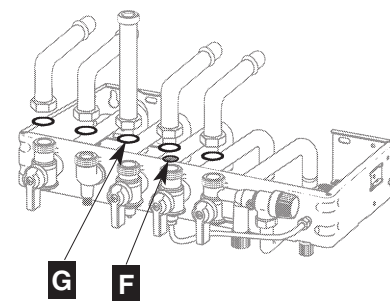

Fig. 11
- mettre en place les différents joints, **G (caoutchouc)** sur le gaz, plus le **filtre eau F sur l'eau froide**, et serrer les raccords des tubes de liaison en commençant par le tube gaz (fig. 11)